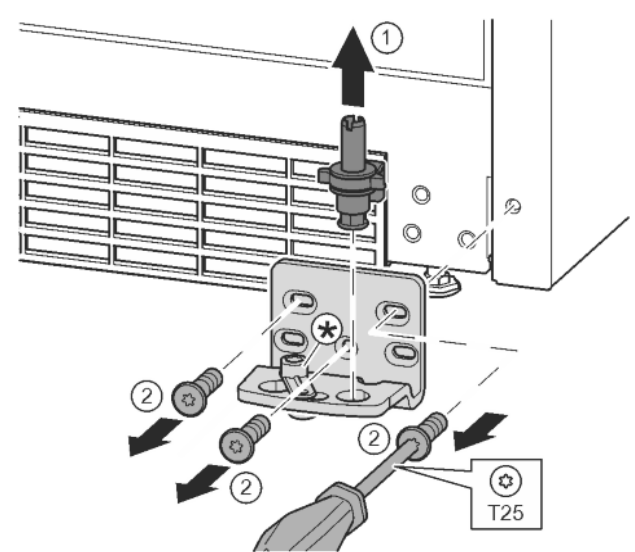

Fig. 12
- Ložiskový čep celý vytáhněte nahoru. Fig. 12 (1)
- Šroubovákem T25 vyšroubujte šrouby a sejměte stojan ložiska. Fig. 12 (2)